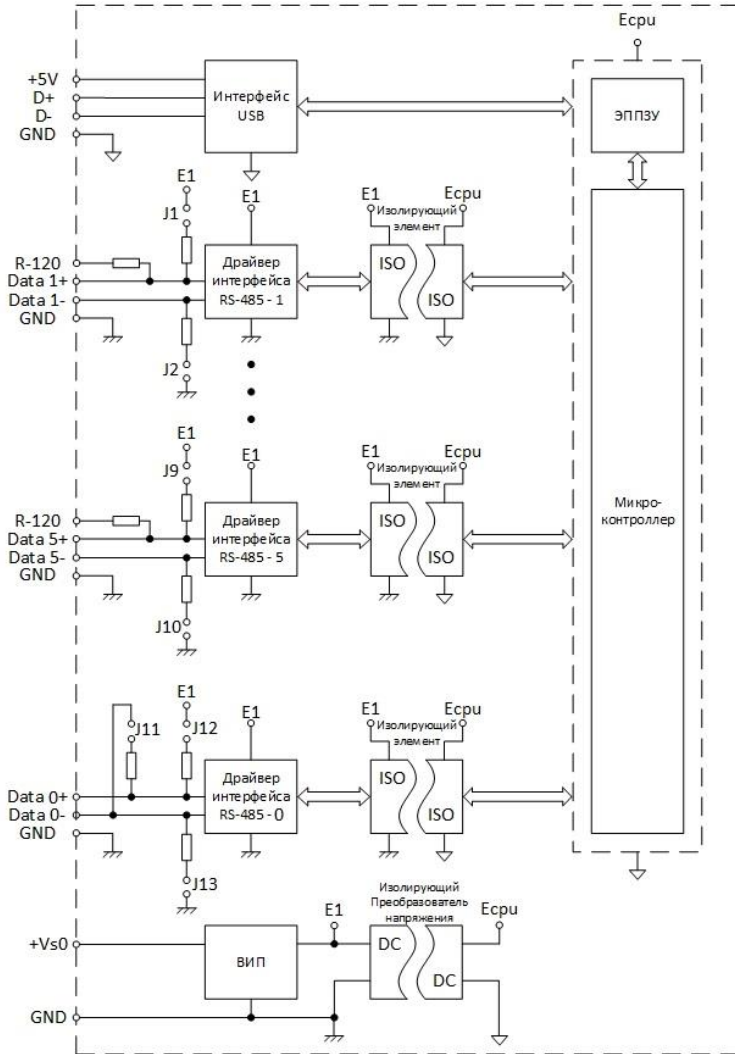
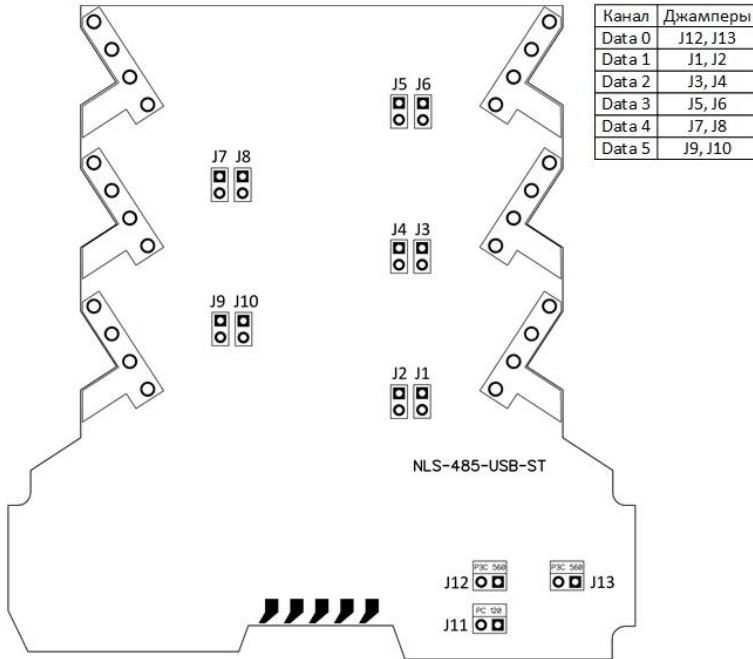

Рис. 3.1. Структурная схема модуля NLS-485C-5-ST
Рис. 4.3. Расположение «джамперов» подключения согласующих резисторов на плате модуля NLS-485C-5-ST
- содержит на линиях разветвления RS-485 встроенный резистор для согласования выходного сопротивления с кабелем с волновым сопротивлением 120 Ом и резисторы смещения для устранения состояния неопределенности линии передачи (см. рис. 3.1);
Основой модуля NLS-485C-5-ST (рис. 3.1) является микроконтроллер, который обеспечивает управление потоками данных между каналами. Вторичный импульсный источник питания (ВИП) преобразует напряжение питания в диапазоне от +10 до +30 В в напряжение +5 В. Также на схеме расположен преобразователь напряжения с гальванической развязкой для питания внутренних цепей напряжением +3,3 В. Интерфейсы RS-485 выполнены на стандартных микросхемах фирмы Analog Devices (приемопередатчик RS-485), удовлетворяющих стандарту EIA и имеющих защиту от электростатических зарядов, от выбросов на линии связи, от короткого замыкания и от перенапряжения. Все каналы RS-485 имеют гальваническую изоляцию (по линиям Data+ и Data-) между собой и от основной схемы модуля.
Каждый канал модуля имеет возможность подключения терминального резистора 120 Ом между линиями Data+ и Data- и резисторов подтяжки по питанию 560 Ом (Data+ к «+» питания, Data- к «земле»). Чтобы подключить терминальные резисторы на каналах Data1...Data5, достаточно соединить перемычкой клемму «R120» с клеммой «Data-» соответствующего канала. Как видно на структурной схеме, клемма Data+ соединена с терминальным резистором уже внутри модуля. Чтобы подключить терминальный резистор канала Data0 необходимо аккуратно разобрать корпус, предварительно сняв металлическую защелку (см. рис. 4.2), и установить «джампер» J11 (см. рис. 3.1). Аналогичным образом подключаются резисторы подтяжки к питанию по всем каналам – с помощью «джамперов» (рис. 4.3). **По умолчанию все подтяжки и терминальные резисторы отключены.**